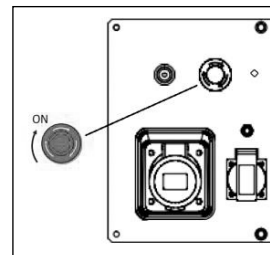

Рис. 17
- Убедитесь, что кнопка аварийной остановки не утоплена, повернув ее по направлению, указанному стрелками на ней (Рис. 17).